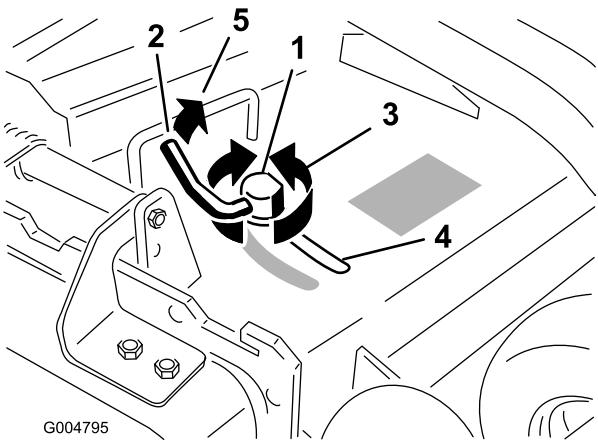

Figure 28
3. Pour régler le verrou à came, soulevez le levier pour desserrer le verrou (Figure 28).
5. Repoussez le levier à sa position d'origine pour serrer le déflecteur et le verrou (Figure 28).